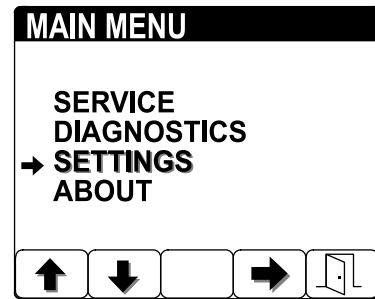

Рисунок 10
- После завершения ввода ПИН-кода нажмите кнопку 5 (Рисунок 10).